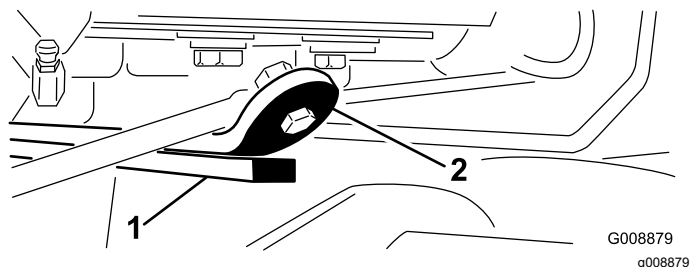

**Рисунок 13**
B. Ослабьте затяжку контргайки на цилиндре (Рисунок 13).